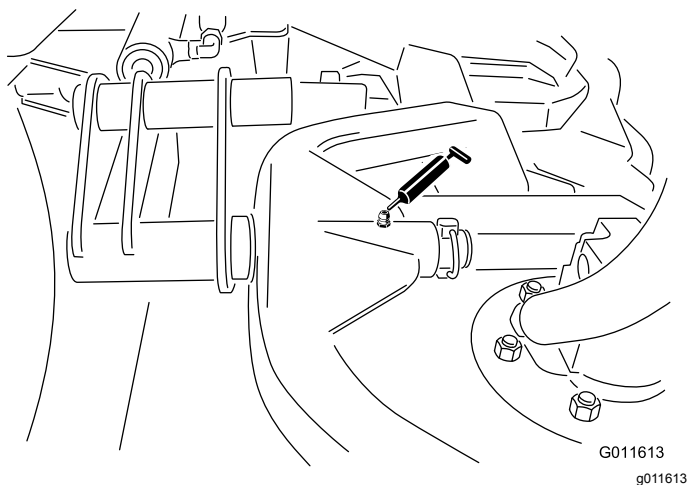

Bild 48
- Mähwerkträgerrahmen und Drehzapfen (1)—Bild 48